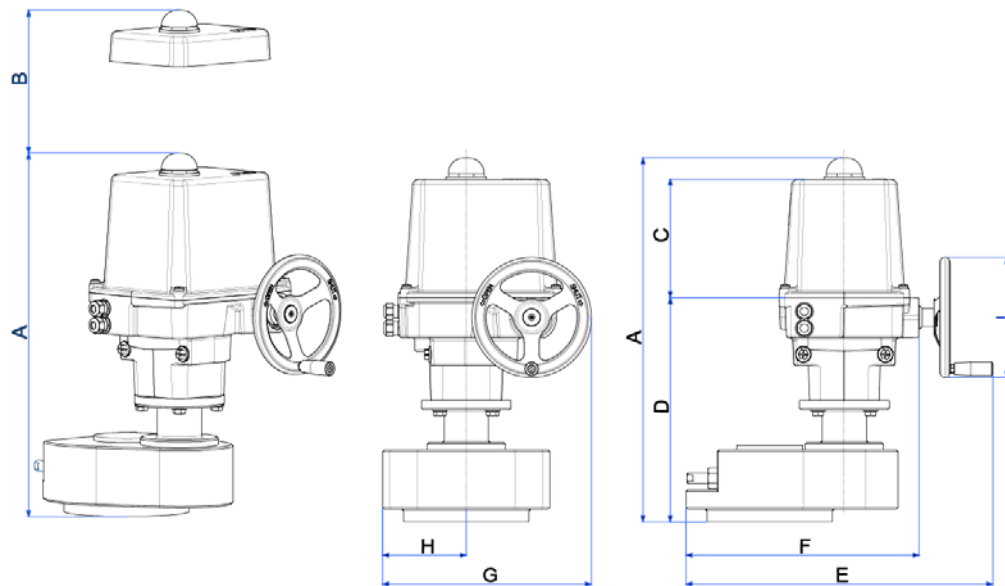

Abbildung 1: Einbaumaße PSQ103-PSQ2803
- Die Antriebe müssen mit ausreichend Freiraum zum Abnehmen der Haube eingebaut werden (*Abbildung 1, Maße der Standardantriebe*).